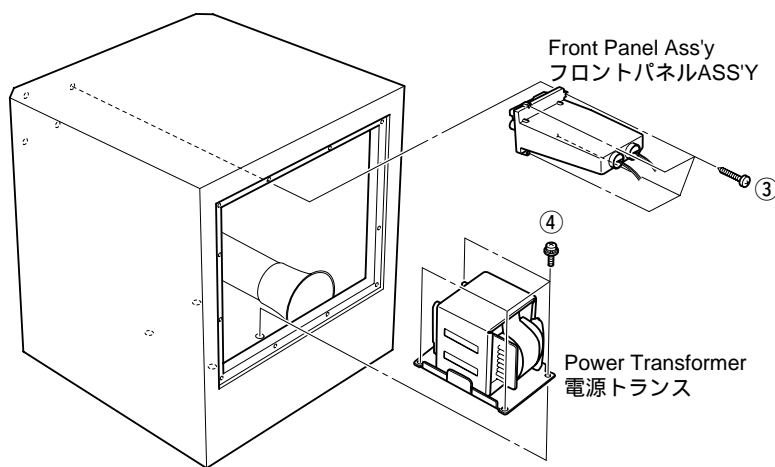

Fig. 4
Remove 4 screws (③) and then remove the front panel ass'y. (Fig. 4)
③ のネジ 4 本を外し、フロントパネル ASS'Y を取り外します。(Fig. 4)
Remove 4 screws (④) and then remove the power transformer. (Fig. 4)
④ のネジ 4 本を外し、電源トランスを取り外します。(Fig. 4)